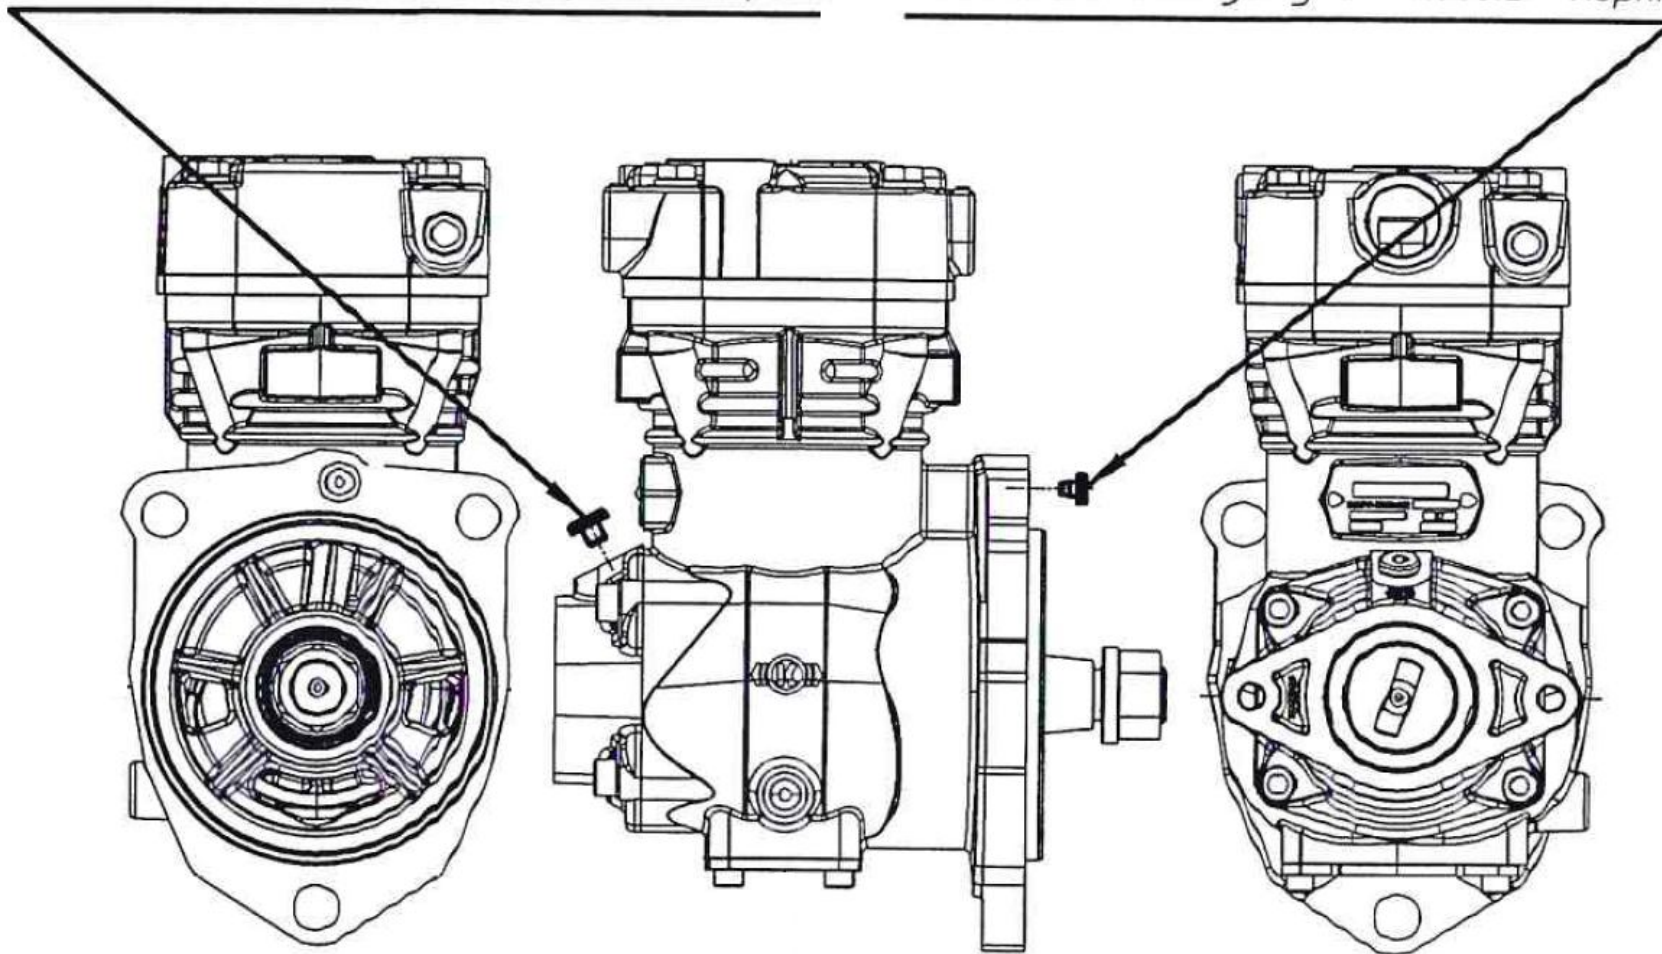

Рис. 5
2. В новый масляный порт КПТ вставить до упора заглушку (заглушка представляет собой резиновый «грибок») см. рис. 5, 6.